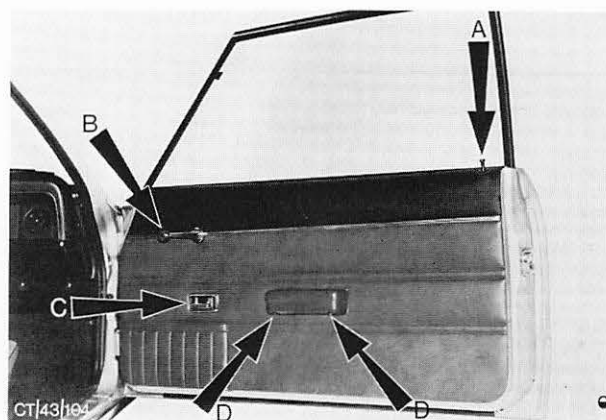

Abb. 1 Einzelteile — Türverkleidung
1. Türverkleidung abbauen. Abb. 1. (Pos. 43 712).